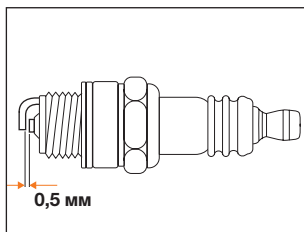

Рис. 23
- Измерьте зазор между электродами свечи при помощи плоского щупа. При необходимости откорректируйте зазор, осторожно подгибая боковой электрод. Зазор должен быть 0,5 мм (Рис. 23).